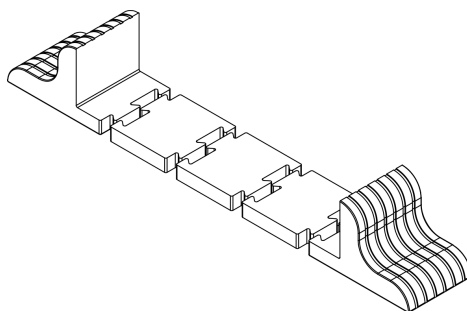

Figura 5.4: Base de apoio com espaçadores
- Quando necessário, utilize os espaçadores de acordo com a largura do nobreak. Monte os espaçadores e as bases de apoio conforme Figura 5.4.